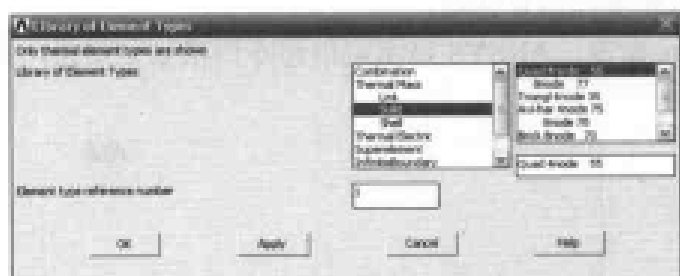

图 13-3 单元类型列表对话框
(1) 选择 Main Menu | Preprocessor | Element Type | Add/Edit/Delete 命令, 出现 Element Types 对话框, 单击 Add 按钮, 出现 Library of Element Types 对话框。
(2) 在 Library of Element Types 的两个列表框中分别选择 Thermal Solid、Quad 4node 55 选项, 在 Element type reference number 文本框中输入 1, 如图 13-3 所示, 单击 OK 按钮关闭该对话框。